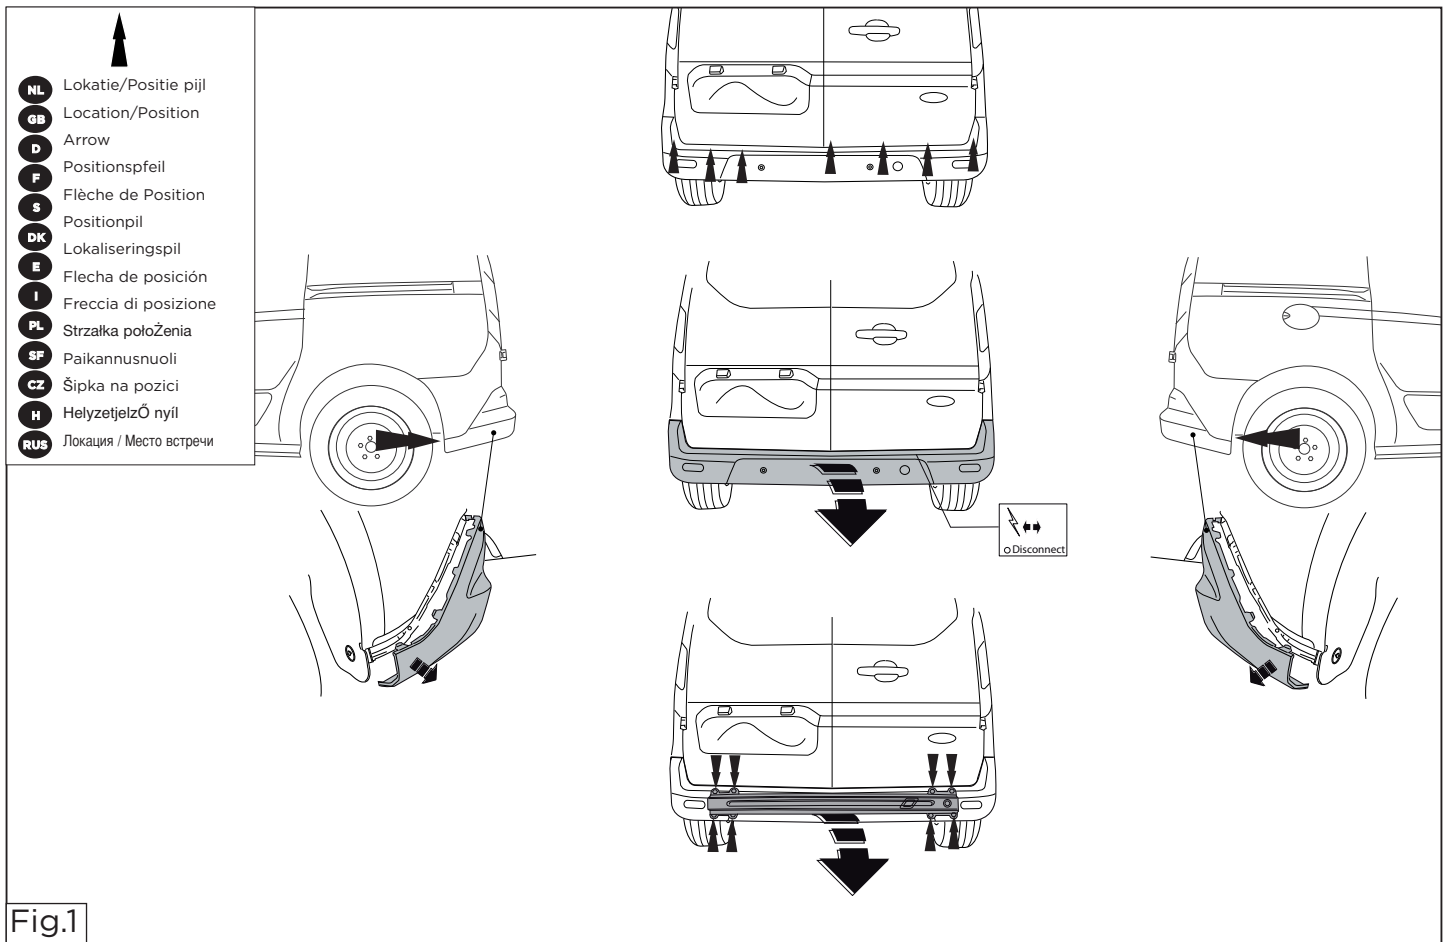

Fig.1
1. Remove the bumper and the steel buffer beam from the vehicle. The buffer beam will no longer be needed. See figure 1.
2. Please note: if present Remove the sensor. See figure 1.
1. Die Stoßstange einschließlich des stählernen Stoßbalkens vom Fahrzeug abmontieren. Der Stoßbalken wird nicht mehr benötigt. Siehe Abbildung 1.